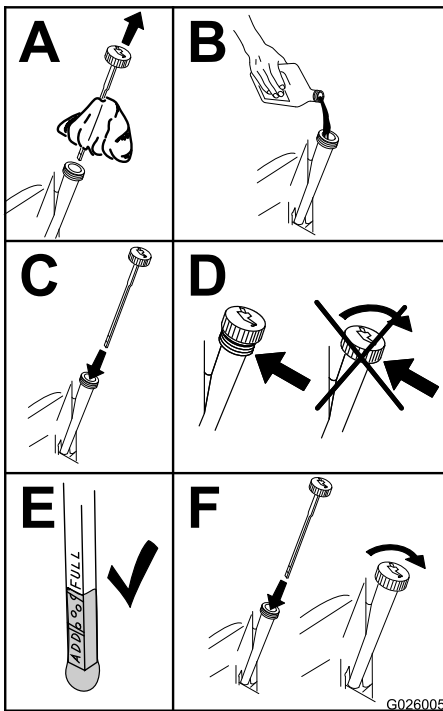

Figure 42
4. Versez lentement environ 80 % de l'huile spécifiée dans le tube de remplissage, puis faites l'appoint lentement pour faire monter le niveau jusqu'au repère maximum (**Full**) (Figure 42).